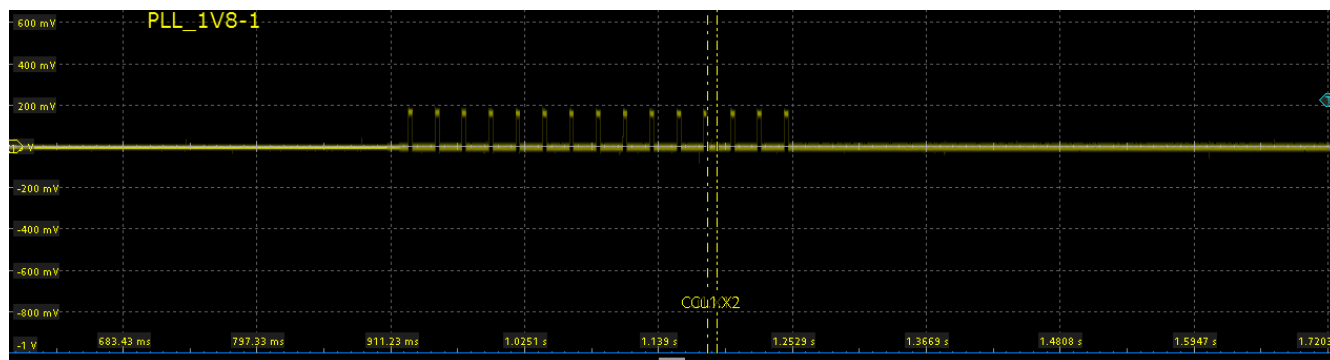

图 3-2. LDO 短路上电波形
2. 电源轨#1 和#2 可以看到完整的 15 次重启过程，这是状态机 15 次进入 SAFE RECOVERY 最终 recover counter 到达上限停在 SAFE RECOVERY 状态的表现。波形上可以看到 15 个脉宽大于 1.7ms 的脉冲，电源轨 #3 和#5 可以看到 15 次脉冲，虽然脉宽较短，但是脉冲顶部都达到了合理的预期的电压。而电源轨#4 没有达到预期的高度，图 3-2 是这样的一个例子，这里的 15 个脉冲都只到 200mV，说明是这个电压短路了，短路原因待进一步查明。